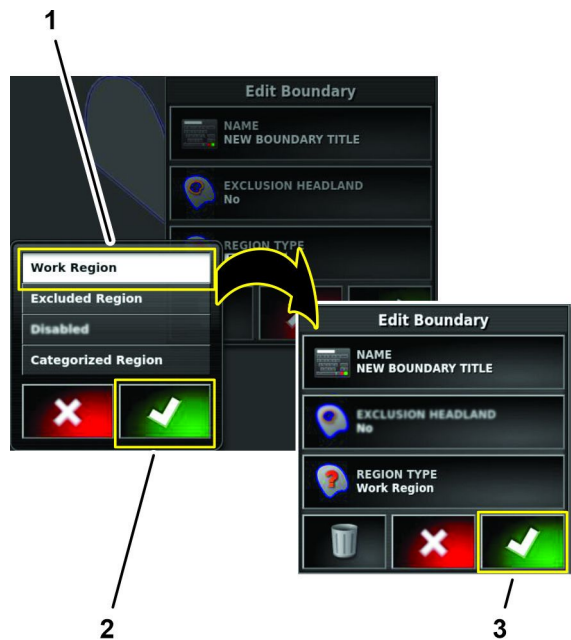

图 60
3. 在编辑边界对话框中按“确认”图标图 60。
2. 在区域类型对话框中按工作区图标然后按“确认”图标图 60。